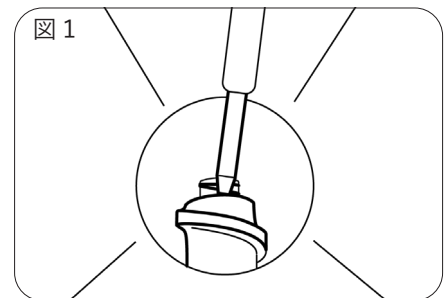

図1
このとき硬く引き抜きづらい場合は、右図1のようにマイナスドライバーを用いて、コーヒー豆の投入口からテコの原理で押し出してください。
1. ダイアルを変えても粉の粒度が変わらない。	<p>モーターシャフトの錆びつきや、傷などにより、送り込みの動きが悪くなっていることが考えられます。 以下の手順に沿って、モーターシャフトを磨いてください。</p> <p>手順1：ミルの電源スイッチを切り、電源コードプラグをコンセントから抜きます。 手順2：サブナットをゆるめて取り外し、前カバーを取り外します。 手順3：送り込みを回しながら引き抜きます。(前ページ図1参照) ※スピルを紛失しないようご注意ください。 手順4：シャフトパネを抜き取り、モーターシャフトを磨きます。 目の細かいサンドペーパーや布などを使用し、錆や汚れを磨いてください。 手順5：送り込みの内側も同様に汚れを取り除きます。 手順6：モーターシャフトへ、食品対応グリスを少量塗ります。 ※サラダ油など食用油は固着の原因となるため使用不可 手順7：シャフトパネを、径が小さい方をモーター側へ向けて差し込み、回転臼(送り込み)をモーターシャフトへ挿入します。次に送り込みの溝へスピルを差し込み、キャップは凹凸を合わせてはめてください。(前ページ図2参照) 手順8：前カバーを取付け(上下が逆にならないよう注意)、サブナットで固定します。必ず工具を使って締め付けてください。 手順9：電源コードプラグをコンセントへ差し込み、電源スイッチと運転スイッチを入れ、ダイアルを調整して粒度を確認してください。</p>